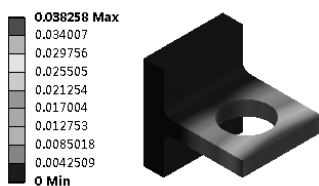

图 4-41 Smooth Contours
(3) 色条设置 用于控制模型的显示云图方式, 包括以下选项:
- ✧ Smooth Contours: 光滑云图显示, 颜色变化过渡变焦光滑, 如图 4-41 所示。